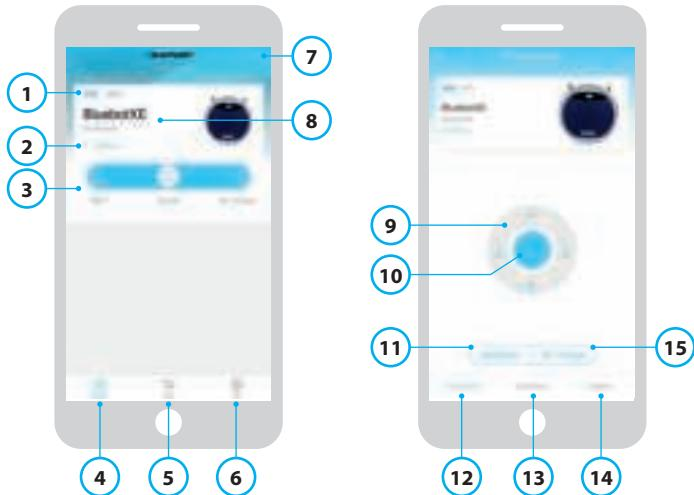

Figura 3 - Schermata principale e schermata Funzionamento
- 12 Operation: apre la schermata Funzionamento del robot (cfr. Figura 3).